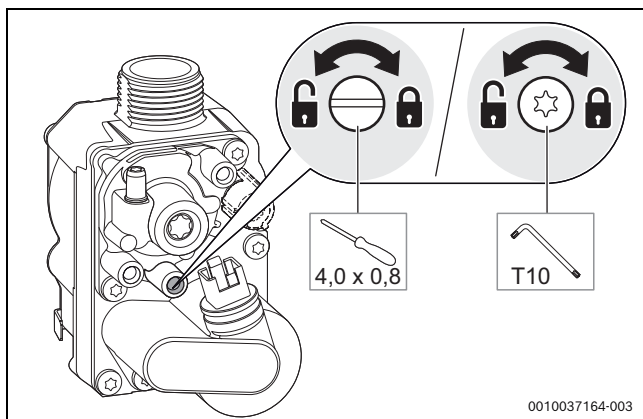

Bild 126 Gas-Anschlussdruck messen
- ▶ Schraube am Messstutzen für den Gas-Anschlussdruck 2 Umdrehungen lösen (→ Bild 126).